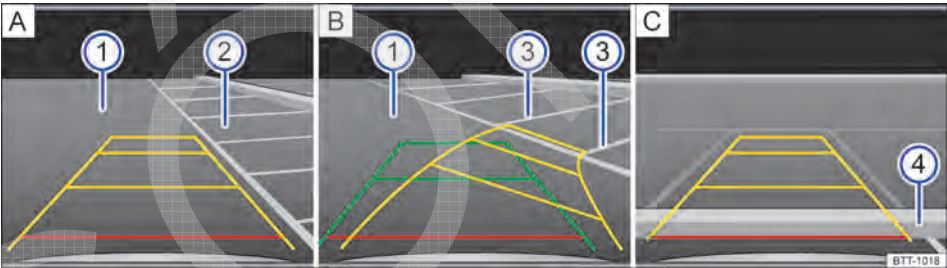

Fig. 160 Exibição do display do rádio ou do sistema de navegação: entrar na vaga de estacionamento com a câmera de marcha à ré, modo 1.
Legenda para a representação esquemática Fig. 160:
2.	Posicionar o veículo na frente da vaga de estacionamento ② ⇒ Fig. 160 A.
4.	Conduzir lentamente para trás e manobrar de modo que as guias amarelas sejam guiadas ao longo das linhas de limitação lateral ③ da vaga de estacionamento selecionada B. Observar a seguinte mensagem: Controlar a trajetória do veículo! ⇒ ⚠ em Introdução ao tema na página 231!
5.	Alinhar o veículo na vaga de estacionamento selecionada de modo que as guias verdes e amarelas fiquem em cima das linhas de limitação lateral ③ da vaga de estacionamento selecionada.
6.	Parar o veículo o mais tardar ao atingir a guia vermelha de limitação traseira, por exemplo, meio-fio ④ C.